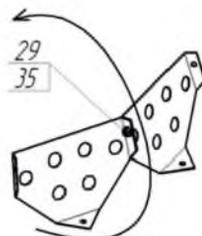

Рис. 16
3.2. Преодолевав усилие пружины (16), оттянуть фиксатор (8)вниз и повернуть емкость на удобный угол. Прикрепить лопасти (17) к емкости нижней (2) и емкости верхней (12), с помощью болтов (21), шайб (14) и гаек (29), при этом, шайбы установить с наружной стороны ёмкостей.
Возможна комплектация бетоносмесителя сборными лопастями (рис. 16). В этом случае необходимо две полу-лопасти скрепить между собой болтом (35) и гайкой (29). После установить в бетоносмеситель по направлению вращения ёмкости (указано на рис. 16 стрелкой)с помощью болтов (21), шайб (14) и гаек (29).